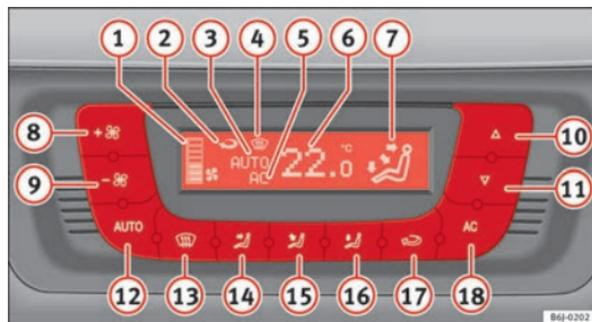

Fig. 94 Mandos del Climatronic en el tablero de instrumentos
- Pulse las teclas 10 y 11 ⇒ fig. 94 para ajustar la temperatura.
- Pulse la tecla **AUTO**. Se visualiza la indicación ⇒ fig. 94 **7**.
- Pulse las teclas **10** y **11** ⇒ fig. 94 para ajustar la temperatura deseada en el habitáculo. Se recomienda ajustar una temperatura de 22°C (72°F).
- Pulse una de las teclas ⇒ fig. 94 **14** a **16** o presione el regulador del ventilador **8** y **9**. Se apaga la indicación **3**.
El ventilador puede ajustarse por medio de las teclas **8** y **9** ⇒ fig. 94. Si el ventilador está apagado (en la pantalla no se indica ningún nivel **1**) y si se presiona la tecla **9**, se apaga el Climatronic. En tal caso aparecerá **OFF** en la pantalla.
- Pulse la tecla  para conectar o desconectar la recirculación de aire. Está conectada si aparece el símbolo  ⇒ fig. 94 en la pantalla.